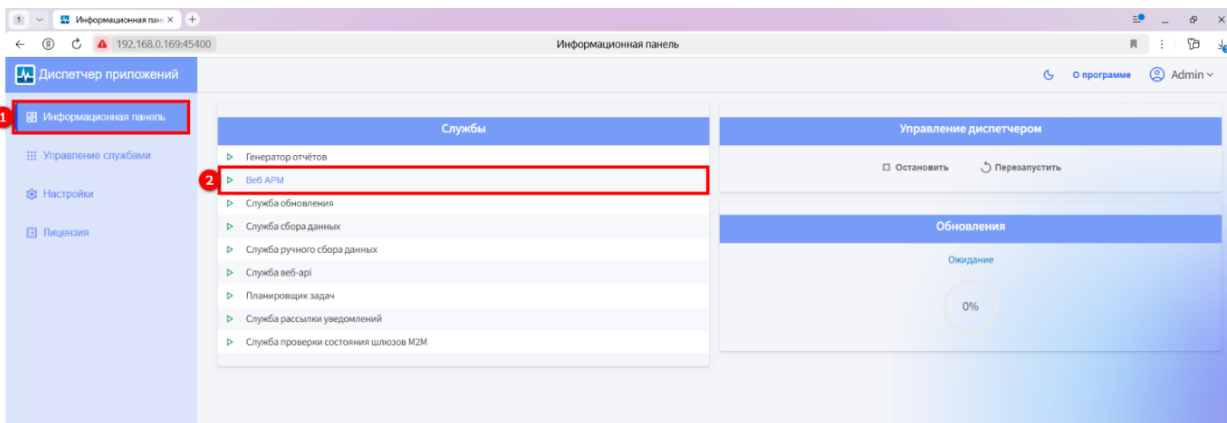

Рисунок 5 – Запуск Веб АРМ в Диспетчере приложений
Для запуска **RadioAccess 4** необходимо во вкладке **Информационная панель** (1) (см. рисунок 5) нажать на службу **Веб АРМ** (2) и перейти по ссылке.